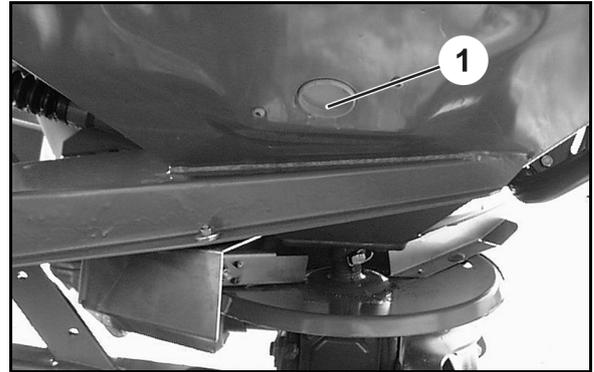

図 41
1. プラスチック製の栓 (図 41/1) を取り外します。